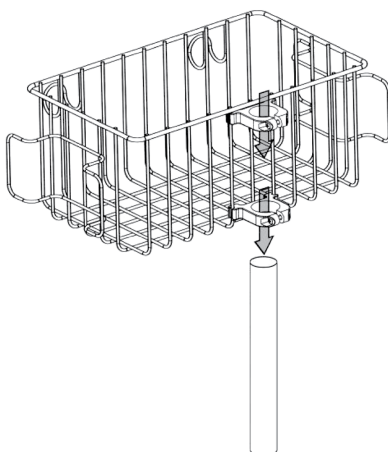
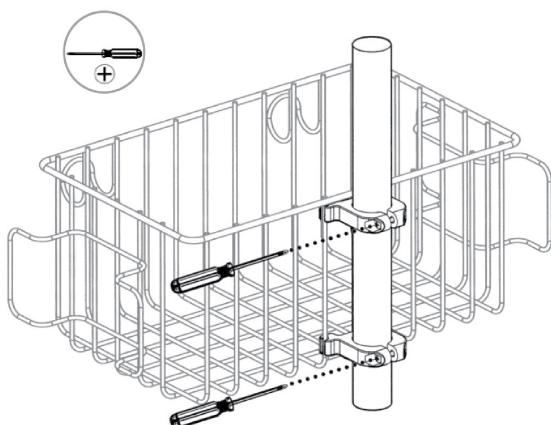

Figure 4 ■ Figure 4 ■ Abbildung 4 ■ Figura 4 ■ Figura 4 ■ Afbeelding 4 ■ Figur 4 ■ Figur 4 ■ Εικόνα 4 ■ Figura 4 ■ Obrázek 4 ■ 4. ábra ■ Rysunek 4 ■
Figure 5 ■ Figure 5 ■ Abbildung 5 ■ Figura 5 ■ Figura 5 ■ Afbeelding 5 ■ Figur 5 ■ Figur 5 ■ Εικόνα 5 ■ Figura 5 ■ Obrázek 5 ■ 5. ábra ■
3	将夹子从架杆顶端滑入（请参阅第 28 页图 4）。将篮子摆到需要的高度。使用附带的 #8-32 机器螺钉和六角螺母将夹子拧紧（请参阅第 28 页图 5）。
3	ポストの最上端からポストがクリップを通るようにスライドさせます（28ページの図4を参照）。バスケットの位置を所定の高さに調節します。付属の #8-32 機械ねじと六角ナットを使用してクリップを締めます（28ページの図5を参照）。
■ Obrázok 4 ■ Figur 4 ■ Kuva 4 ■ Фигура 4 ■ Figura 4 ■ Joonis 4 ■ 4 pav. ■ 4. attēls. ■ Şekil 4 ■ Рис. 4 ■ 图 4 ■ 图 4
■ Rysunek 5 ■ Obrázok 5 ■ Figur 5 ■ Kuva 5 ■ Фигура 5 ■ Figura 5 ■ Joonis 5 ■ 5 pav. ■ 5. attēls. ■ Şekil 5 ■ Рис. 5 ■ 图 5 ■ 图 5